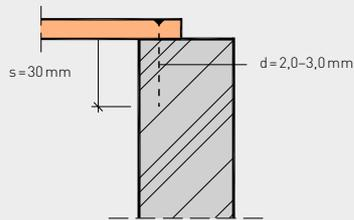

Bild 1: Nägel
- Nenndurchmesser  $d_n = 2,0$  bis  $3,0$  mm, Kopfdurchmesser  $\geq 1,8 d_n$ , Mindesteinschlagtiefe  $s = 30$  mm (siehe Bild 1)